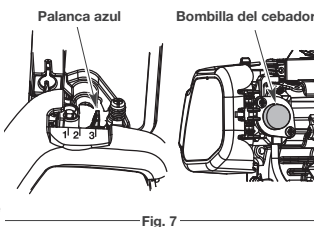

Fig. 7
3. Oprima y suelte completamente la pera del cebador 10 veces, lentamente. Se deberá ver un poco de combustible en el cebador (Fig. 7). Si no puede ver el combustible en el cebador, oprímalo y suéltelo tantas veces como sea necesario hasta que vea combustible en el mismo.
4. Coloque la palanca del obturador en **Posición 1** (Fig. 7).
6. Coloque la palanca del obturador en **Posición 2** (Fig. 7).
9. Mientras oprime el control del regulador, coloque la palanca del obturador en la **Posición 3** (Fig. 7) y continúe calentando el motor durante 60 segundos más. Se puede usar la unidad durante este tiempo.
SI... El motor titubea, regrese la palanca del obturador a la **Posición 2** (Fig. 7) y siga calentándolo.
2. Oprima y mantenga oprimido el control de encendido y apagado en la posición de APAGADO (O) hasta que el motor se detenga por completo (Fig. 7).
3. Oprima y suelte completamente la pera del cebador 10 veces, lentamente. Deberá verse alguna cantidad de combustible en la pera del cebador (Fig. 7). Si no se ve combustible en la pera, oprima la pera hasta que se vea el combustible.
4. Coloque la palanca del obturador en la **Posición 1** (Fig. 7).
6. Oprima la palanca del control del regulador. Apriete y mantenga apretado el botón de **ENCENDIDO (I)** del arrancador eléctrico o taladro durante 2 segundos.
7. Coloque la palanca del obturador en la **Posición 2** (Fig. 7).
8. Oprima la palanca del control del regulador, apriete y mantenga apretado el botón de **ENCENDIDO (I)** del arrancador eléctrico o taladro durante 2 segundos, hasta que la unidad arranque.
10. Mantenga apretado el control del regulador, ponga la palanca del obturador en la **Posición 3** (Fig. 7) y haga funcionar la unidad durante 60 segundos más. La unidad se puede usar durante este paso.
- SI...** el motor funciona con fallas, vuelva a colocar la palanca del obturador en la **Posición 2** (Fig. 7) y continúe calentando el motor.
- SI...** el motor no arranca después de unos cuantos intentos, coloque la palanca del obturador en la **Posición 3**, y oprima el gatillo. Apriete y mantenga apretado el botón de **ENCENDIDO (I)** del arrancador eléctrico o taladro a intervalos de 2 segundos hasta que la unidad arranque.